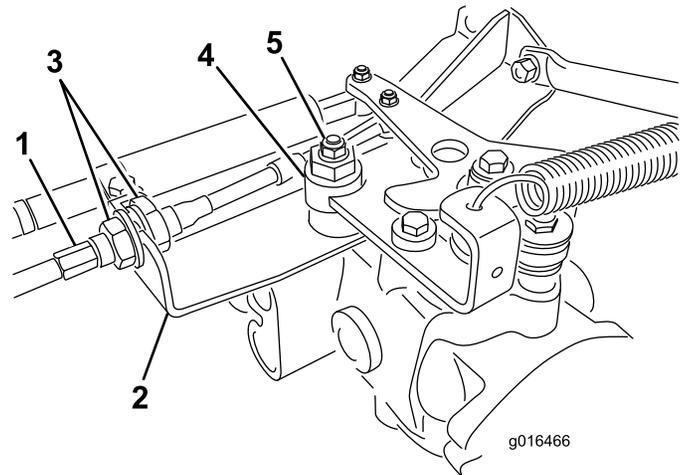

Figure 42
- A. Desserrez les écrous de blocage qui fixent le câble de commande de transmission à la cloison sur l'hydrostat (Figure 42). Desserrez les écrous de blocage uniformément et suffisamment pour permettre le réglage.
- B. Desserrez l'écrou de fixation de l'excentrique en haut de l'hydrostat (Figure 42).
l'excentrique et le réglage (Figure 42). Vérifiez le réglage avec la commande d'accélérateur en position Bas régime, puis Haut régime.
- E. De chaque côté de la cloison, serrez les contre-écrous **uniformément** pour fixer le câble de transmission à la cloison (Figure 42). Ne tordez pas le câble.